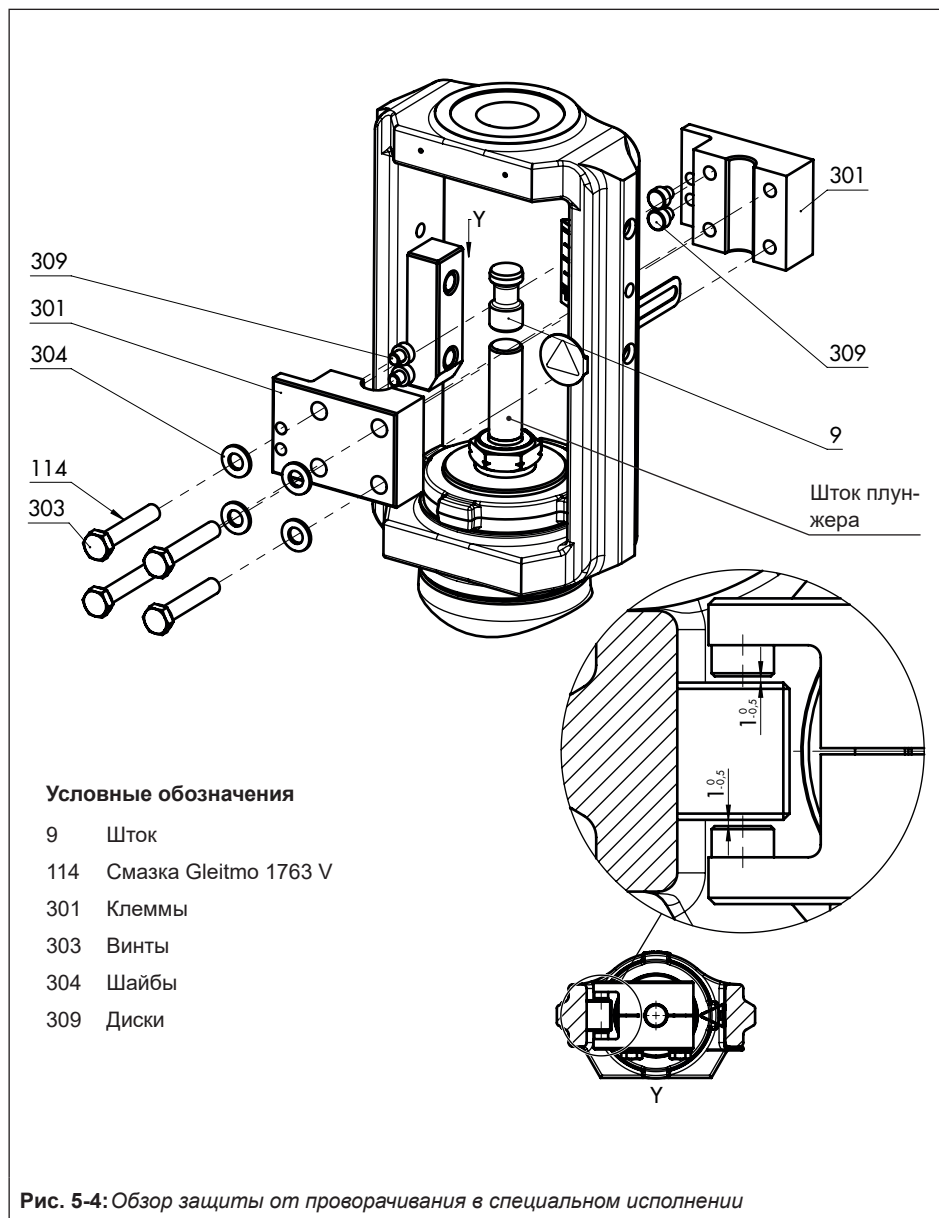

Рис. 5-4: Обзор защиты от проворачивания в специальном исполнении
См. Рис. 5-3 и Рис. 5-4
- Между дисками и их опорной поверхностью на раме с каждой стороны имеется номинальный зазор от 0,5 до 1 мм (подробнее см. вид Y на Рис. 5-4).